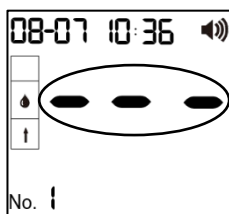
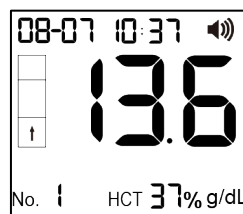

Abb. 32
Abb. 33
- Das Messgerät beginnt automatisch mit dem Test, wobei drei Striche in einer Zeile auf der LCD-Anzeige blinken, um anzuzeigen, dass der Test durchgeführt wird. Das Testergebnis (Hb-Konzentration und Hct-Wert) wird in 15 Sekunden angezeigt. (Siehe Abb. 32, Abb. 33)